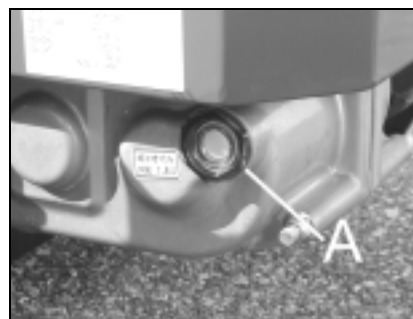

Figure 9
-La machine à l'arrêt depuis plusieurs heures sur un sol plat et de niveau, le niveau d'huile doit affleurer le niveau inférieur de l'orifice qui sert de remplissage d'huile (figure 9, repère A). Si ce n'est pas le cas, rajoutez de l'huile pour transmission SAE 80W90 API GL4 ou API GL5.